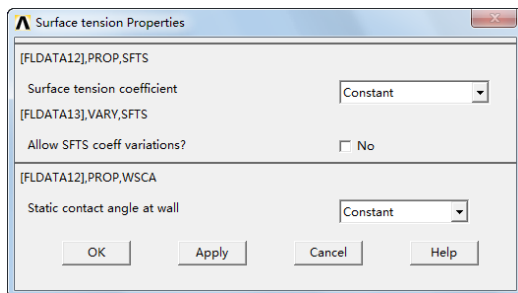

图 7-98 “Surface tension Properties” 对话框
④单击“OK”按钮会弹出“Surface tension Properties”对话框，如图 7-98 所示，采